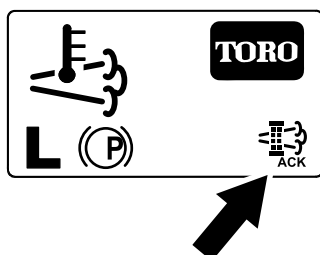

Figure 89
8. L'InfoCenter affiche l'écran d'accueil et l'icône de confirmation de la régénération (Figure 89) apparaît en bas à droite de l'écran pendant le processus de régénération.